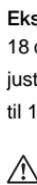

Fig. 16: M.blue plus Adjustment Assistant
M.blue plus Adjustment Assistant kan brukes som alternativ til justering av åpningstrykket. Til dette legges M.blue plus Adjustment Assistant inn justeringsringen, som er rettet inn mot ønsket verdi, og deretter trykkes den ned med pekefingeren (fig. 16).